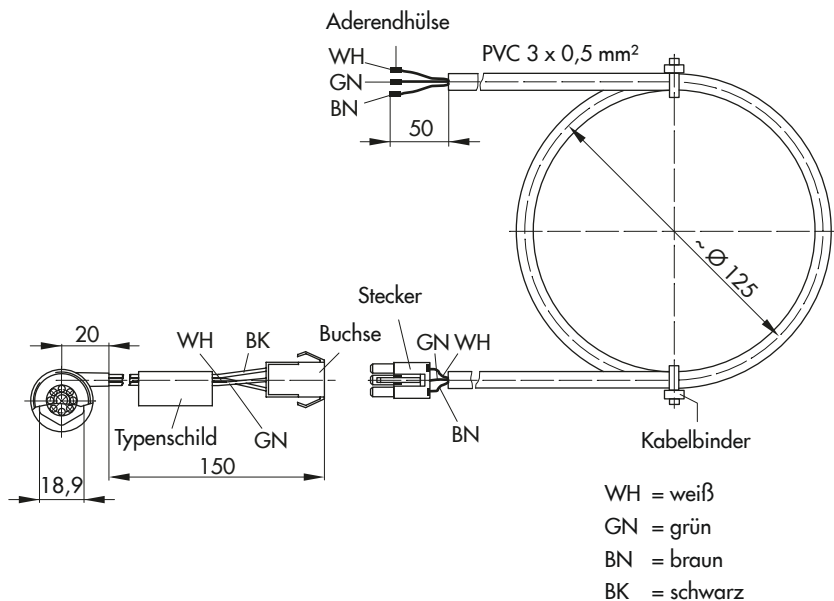

Bild 5-5: Anschluss eines Wasserströmungssensors (vgl. Zubehör im Anhang)
- Anschluss nach Bild 5-5 vornehmen.